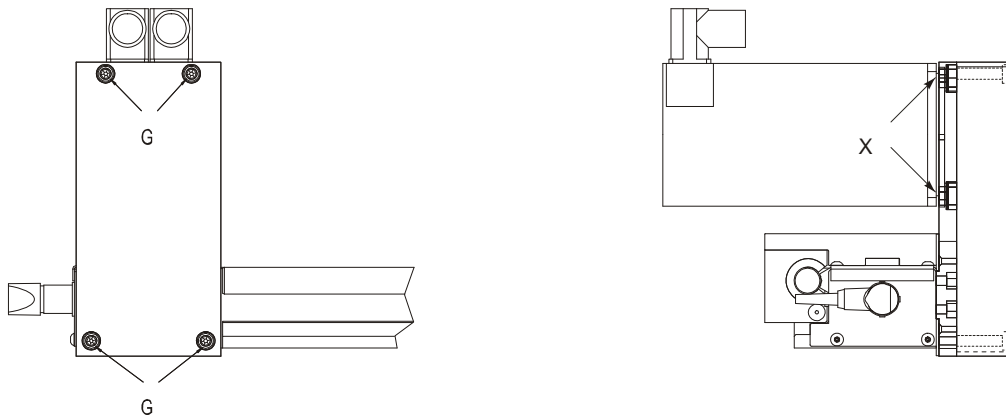

Abbildung 23: Lineareinheit und Riemengetriebe, Ausführung 2
- Entfernen der Motorflanschabdeckung durch Lösen der Befestigungsschrauben (**G**), siehe *Abbildung 23, unten*).